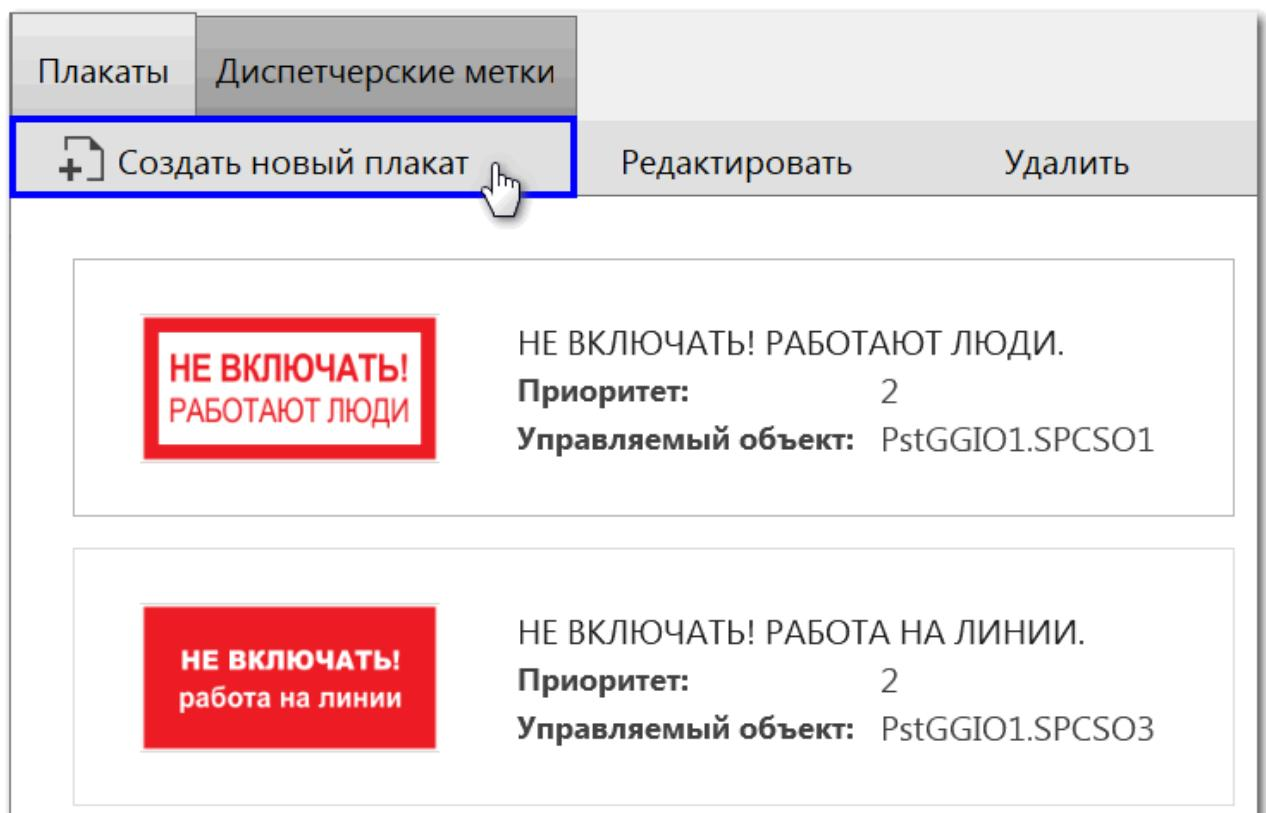

Рисунок 114 - Создать новый плакат
- На вкладке **Плакаты** нажмите **Создать новый плакат** (Рисунок 114).